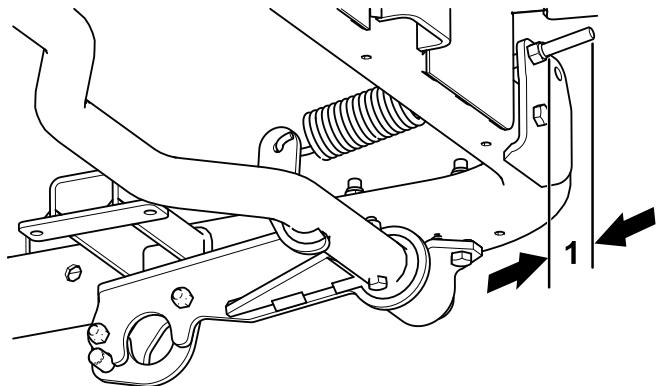

Рисунок 19
- Снимите болт и шайбу, которые крепят тягу к шарнирной трубе (Рисунок 19).
- Поворачивайте шаровую опору, показанную на Рисунок 19, так, чтобы изменить длину тяги следующим образом: